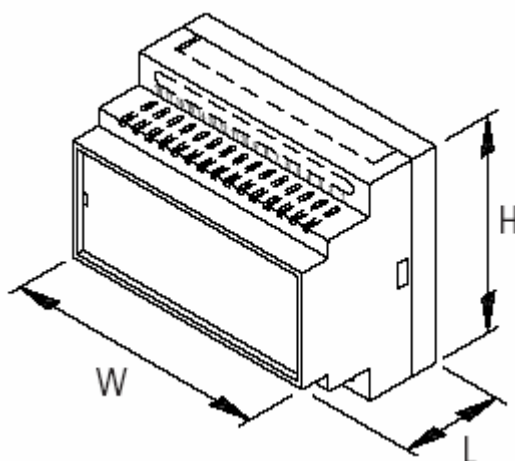

Рисунок 4 – Габаритные размеры контроллера
3.13 Конструкция корпуса контроллера предусматривает его установку на DIN-рейку. Размеры контроллера без установленных ответных разъемов (рисунок 4): W – 70 мм, H – 86 мм, L – 58 мм.